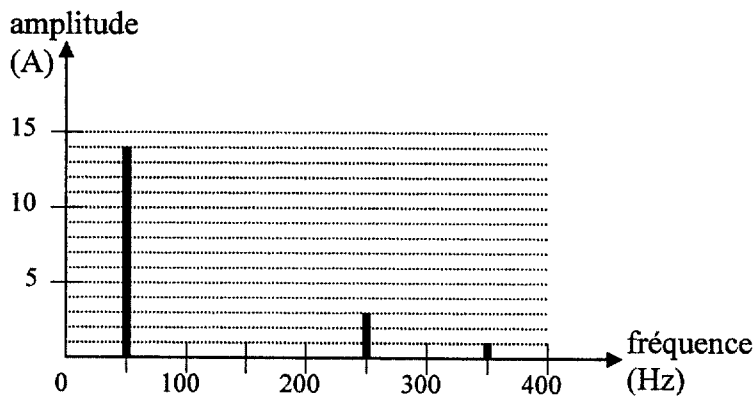

Figure 5
On relève la représentation fréquentielle de l'intensité du courant en ligne (voir figure 5 ci-dessous).
La régulation de la température du four est modélisée par un schéma fonctionnel simplifié. Ce schéma est représenté sur la figure 5 du document réponse 3 page 10.
1. Compléter le schéma de la figure 5 du document réponse 3 page 10 en indiquant :